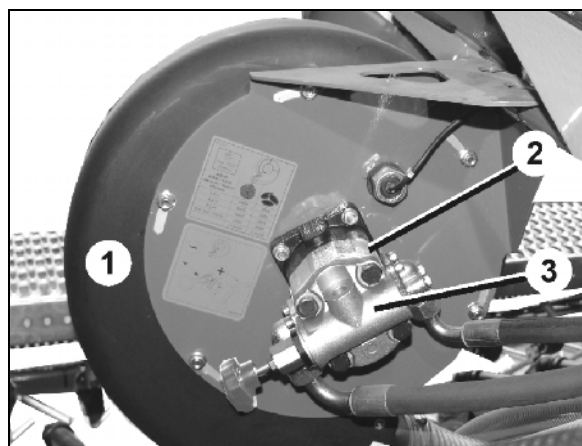

Рис. 39
Гидравлический двигатель (Рис. 39/2) является приводом вентилятора (Рис. 39/1).
- с помощью регулирующего поточного клапана (Рис. 39/3) гидравлического двигателя.